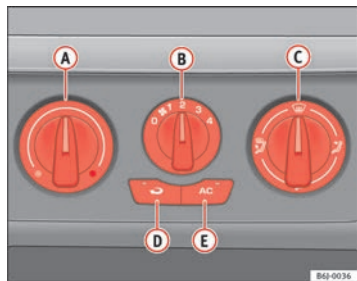

Abb. 86 In der Instrumententafel: Bedienelemente der Heizung
- Mit den Reglern ⇒ Abb. 86 **A** und **C** und mit dem Schalter **B** stellen Sie die Temperatur, die Luftverteilung und die Gebläsestufen ein.